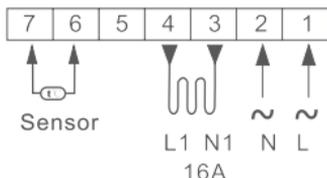

Рисунок 18. Схема подключения терморегулятора к сети
4. Подвести к коробке силовой кабель электрической сети, провода питания нагревательного кабеля и датчика температуры пола в гофрированной трубе. Выключатель терморегулятора должен находиться в положении — выключено. Произвести подключение согласно рис. 18.